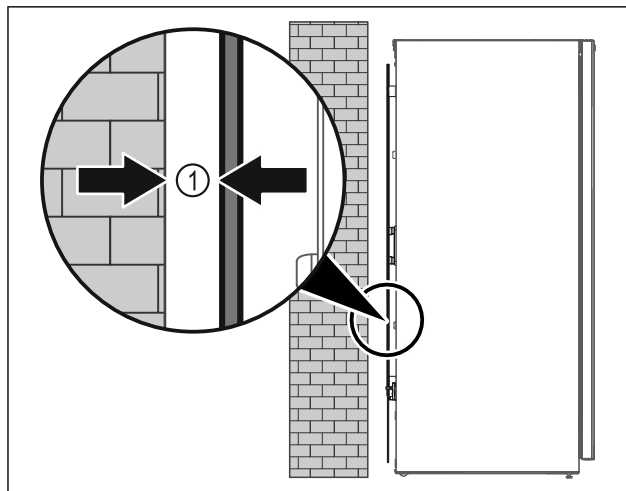

Fig. 6
- Pystytä laite joko huonetilaan vapaasti seisomaan tai suoraan seinän viereen noudattaen 5 mm Fig. 6 (I) vähimmäisetäisyyttä.